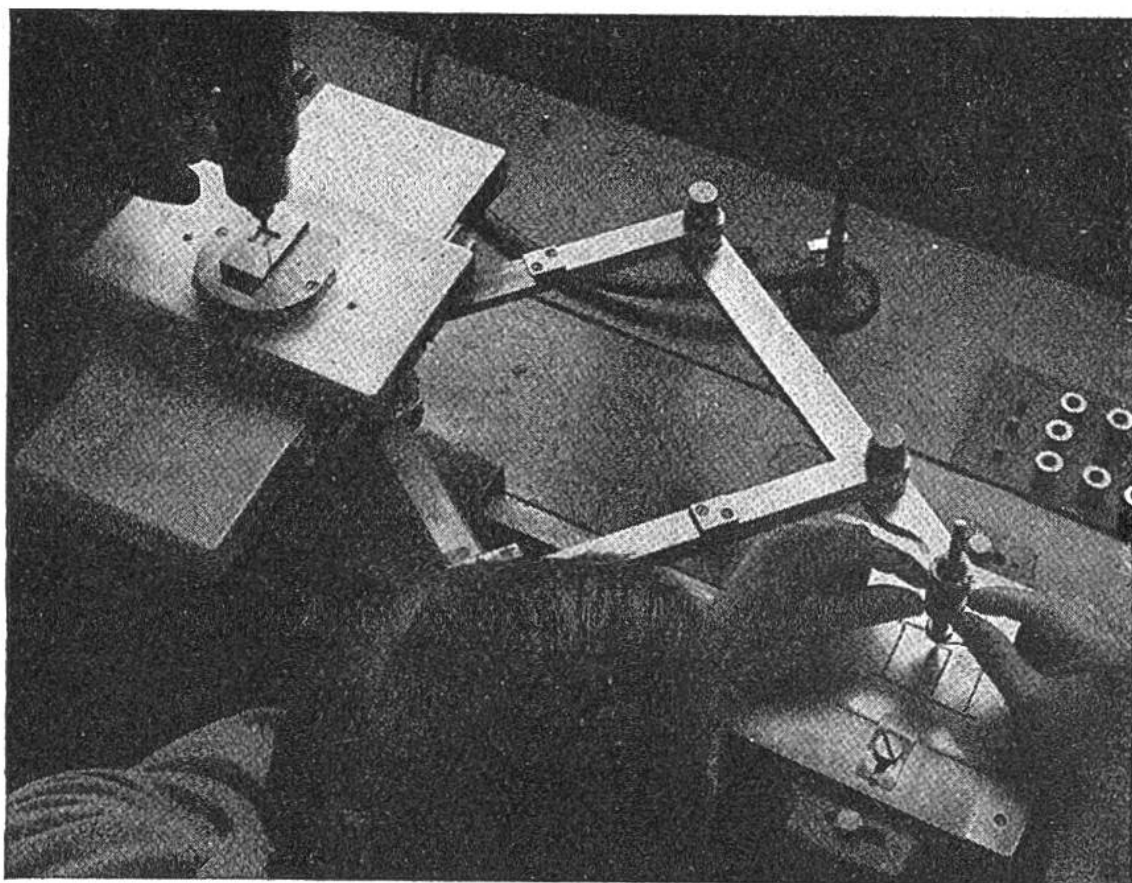

Abb. 3. Neuestes Verfahren: Das Bohren der Matrizen nach einer Messingschablone in der Bohrmaschine mittels des Übertragungssystems des Pantographen.
3. Die gebohrte Matrize mittels Pantographen und Bohrmaschine. Das direkte Bohren der Matrize gilt als das modernste Verfahren (Abb. 3). Als Vorlage wird eine Messingschablone benötigt, auf welcher das Schriftbild in grösserem Maßstab eingeritzt ist. Mit einem Führungsstift fährt der Stempelschneider die Formengrenzen entlang. Alle Bewegungen werden durch Kupplung an einen Pantographen in entsprechender Verkleinerung auf den Matrizenbohrer übertragen,